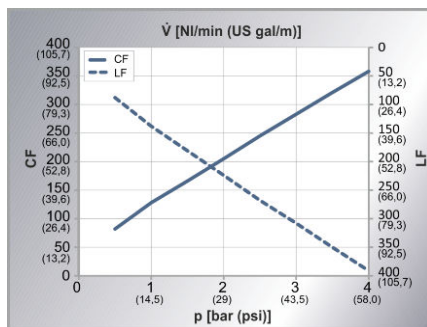

Fig. 5 : Courbe caractéristique
- Consommation d'air : voir la courbe caractéristique Fig. 5